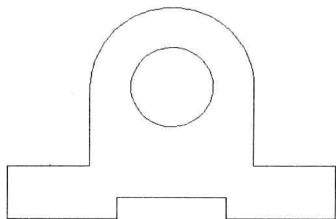
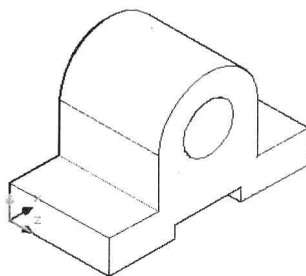

图 8-4-1
图 8-4-2
(1) 打开素材文件“8-4.dwg”, 在前视图绘制的平面图, 如图 8-4-1 所示。
(2) 在“建模”面板中单击“按住/拖动”按钮 , 在图形内部单击, 输入拉伸高度“30”, 按 Enter 键, 创建三维实体。
(3) 在“视图”面板单击视图样式栏，弹出视觉样式列表，选择“三维隐藏”；单击视图选择栏，在弹出的列表中，选择视图名称“西南等轴测”，观察模型如图 8-4-2 所示。